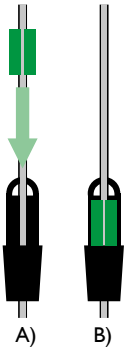

Abbildung 1. Kabelgewichte und Befestigungsschleife werden mit einem Spannkeil am Kabel befestigt (A-B).
- Wenn die Flüssigkeit besonders dickflüssig ist oder seitliche Bewegungen des Schwimmkörpers eher unerwünscht sind, empfehlen wir den Einsatz von Kabelgewichten. Die als Zubehör gelieferten Gewichte werden mit einem Spannkeil am Kabel befestigt. (Abb. 1).